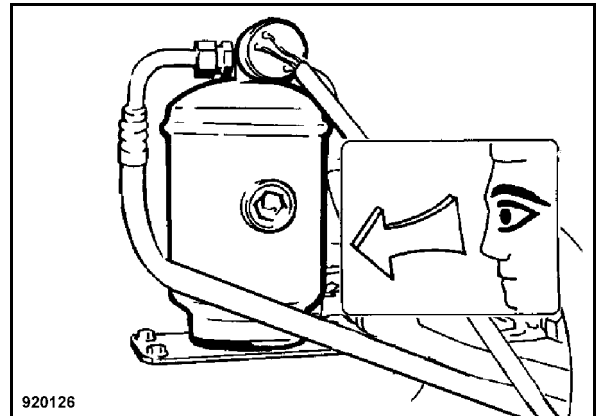

Fig. 176
- Comprobar la unidad secadora / colectora (Fig. 176) por daños mecánicos o corrosión.